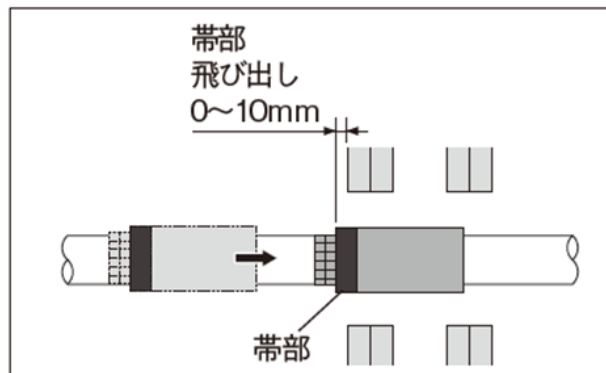

図 4－1 4 耐火プラグのスライド
- ・裏側フィルム先端を配管のマーキングまでスライドさせて下さい（図 4－1 4）。
貫通開口部と配管の隙間に、壁表面からの両側から 25 mm 以上（片壁の場合は 42 mm 以上、中空床の場合は床表面の両側から 24 mm 以上）シリコン系シーラントで埋め戻しをして下さい（図 4－1 5）。